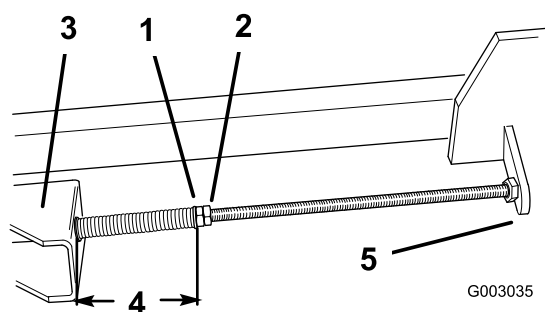

Figure 45
puis enlevez la courroie usagée des poulies (Figure 45).
8. Serrez l'écrou de blocage avant sur chaque axe de réglage jusqu'à ce que les ressorts soient complètement comprimés, environ 12 cm (4-3/4 po) entre la rondelle et la bague, puis desserrez les écrous de blocage d'un tour (Figure 45).
9. Resserrez les écrous de blocage arrière (Figure 45).